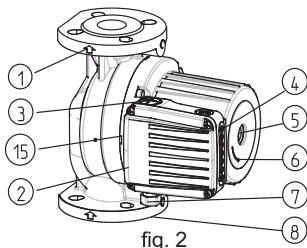

fig. 2
Het is tijdens de installatiefase vereist om de waterstroomrichting te volgen zoals deze aangegeven is door de pijl op de pompbehuizing, zie (fig. 2 - POS. 1).
Alvorens de verbinding uit te voeren moet het bovendeksel worden losgedraaid (fig. 2 - POS. 2).
Voor het aanpassen van de prestaties van de pompdruk is het noodzakelijk om de bovenkap (fig. 2 – pos.2) te verwijderen. Voor wijziging toerental veranderen de toerentalregelaar naar gewenste toerental (fig. 4, pagina 44).
- draai de ontluichtingsdop los en draai de pompas met een schroevendraaier (fig. 2-POS.5) totdat de pomp weer vrij is;